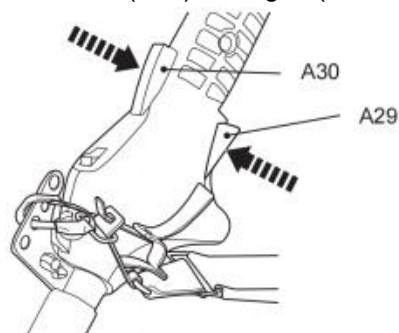

Fig. 41
8. Zum Betrieb des Produkts den Gashebelverriegelungshebel (A30) und den Gashebel (A29) betätigen (Abb. 41).